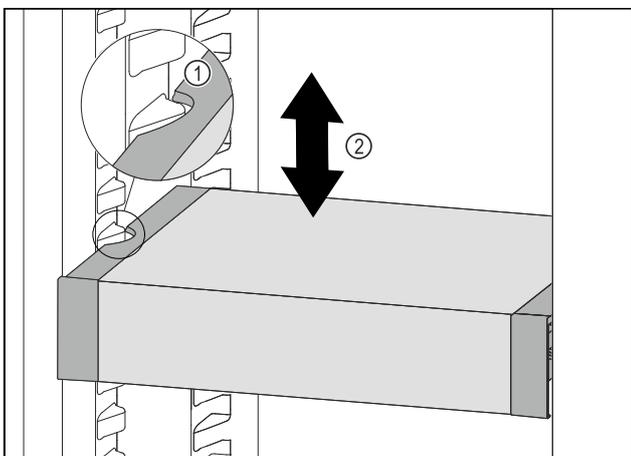

Fig. 137
- ▶ Tirare VarioSafe in avanti fino a quando le cavità laterali di VarioSafe non si trovano al livello della nervatura del contenitore nel vano frigorifero. Fig. 137 (1)
- ▶ Spostare VarioSafe verso l'alto o verso il basso nel vano frigorifero fino a raggiungere l'altezza desiderata. Fig. 137 (2)